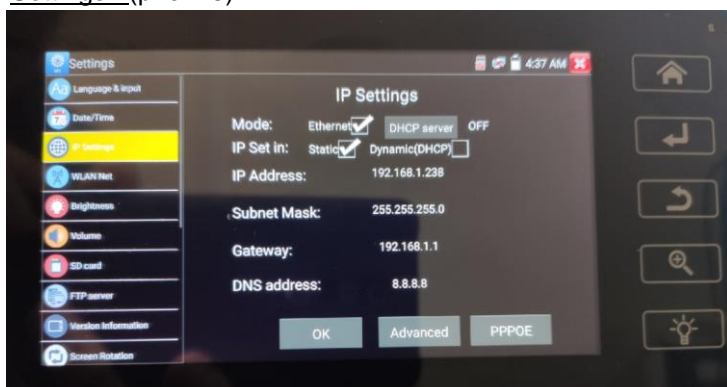

Рис. 13 Настройки подсети тестера
2. Второй способ предполагает изменение параметров подсети тестера вручную. Для этого необходимо знать точный IP-адрес видеокамеры. Обычно он расположен на наклейке самой видеокамеры или на коробке из под нее. Зная этот адрес, можно изменить параметры подсети тестера в меню «Settings» -«IP Settings» (рис. 13)